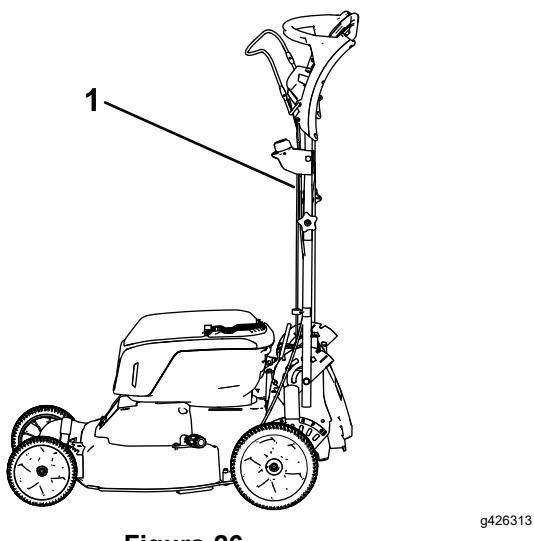

Figura 26
1. Bloquee el manillar en la posición vertical (Figura 26); consulte Ajuste de la altura del manillar (página 16).